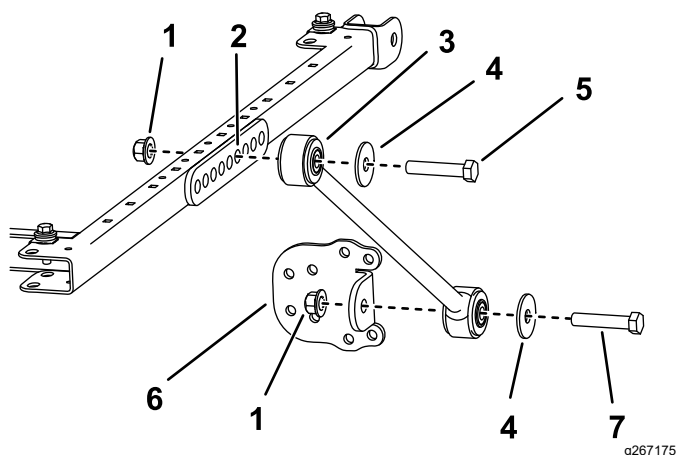

Рисунок 24
9. С каждой стороны рамы солнцезащитного навеса прикрепите, не затягивая, подпорку к шестому отверстию монтажного кронштейна с помощью болта ($\frac{1}{2} \times 2\frac{3}{4}$ дюйма), шайбы ($\frac{1}{2}$ дюйма) и фланцевой гайки ($\frac{1}{2}$ дюйма), как показано на рис. Рисунок 24.
10. Прикрепите, не затягивая, кронштейн подпорки к каждой подпорке с помощью болта (½ x 2½ дюйма), шайбы (½ дюйма) и фланцевой гайки (½ дюйма), как показано на Рисунок 24.